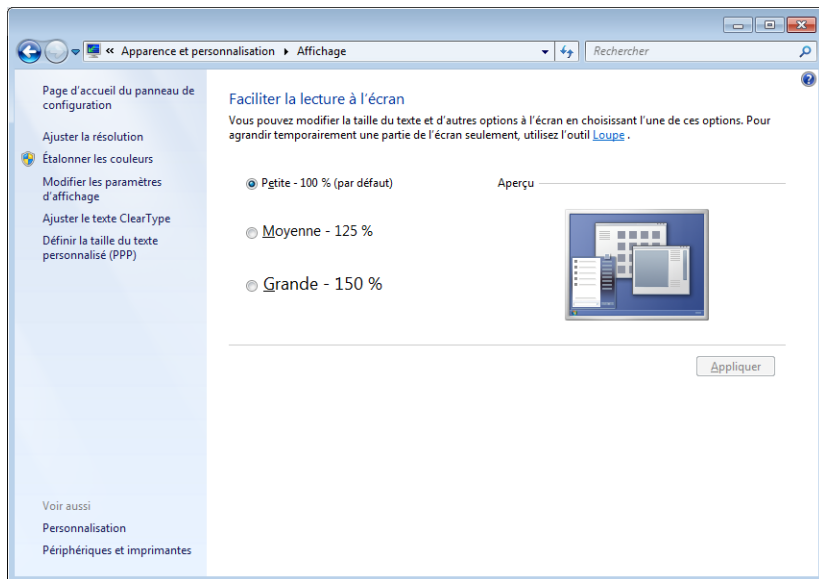

Fig 55: Réglage de la taille du texte dans le Panneau de Configuration Windows - Affichage
**Solution:** Changer la taille de tous les items dans *Panneau de Configuration - Apparence et Personnalisation - Affichage* en *Plus petit - 100% (défaut)*. Voir **Fig 55** sur la page 71.